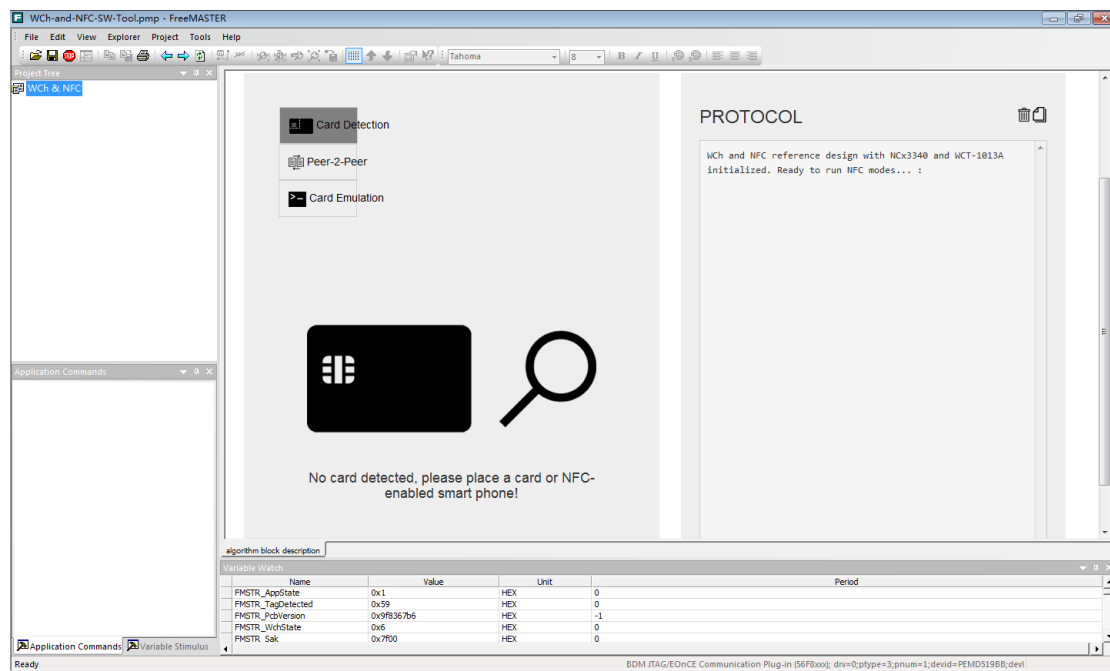

图 4.36 NFC Modes 演示界面
**NFC Modes:** 点击 NFC Modes 演示，会进入 NFC 应用模式界面，如图 4.36 所示该界面有 3 个应用模式 Card Detection、peer-to-peer (P2P)、Card Emulation。